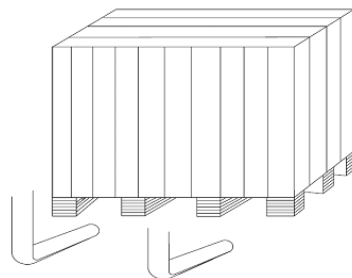
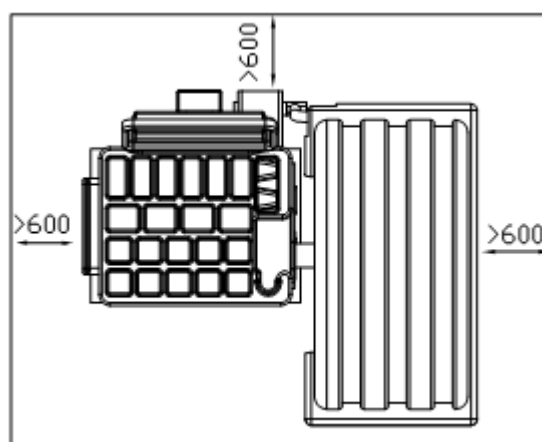

Рис. 4
Рис. 5
4.1.1 После того, как вы убедитесь, что упаковка вашего станка находится в хорошем состоянии, вы можете переместить станок для балансировки колёс к месту его установки (Рис. 4). Выбранное место установки должно удовлетворять следующим требованиям: Температура окружающей среды должна быть 0 °C – 50 °C, а относительная влажность должна быть ≤ 85%. И производите установку так, как это показано на Рис. 5.